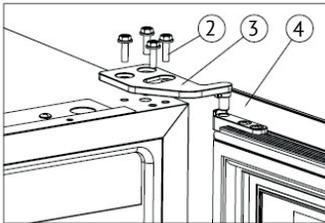

Bild 1
➔ Entfernen Sie die M5*16-Schrauben ②, entfernen Sie das rechte obere Scharnier ③ und nehmen Sie die Tür ab (Bild 1).